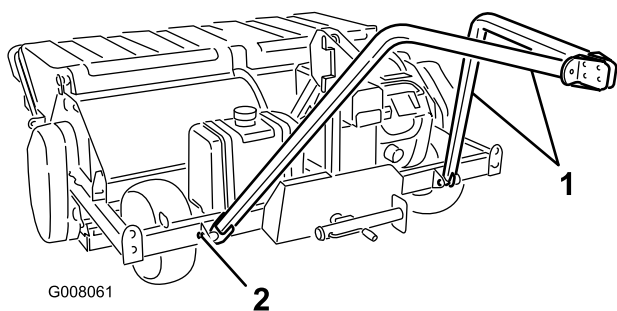

Рисунок 12
- Установите буксировочный рычаг на каждый выступ в передней части установки переработки зерна с помощью флажкового штифта (Рисунок 12). Присоедините флажковые штифты к буксировочным рычагам с помощью винтов на 3/8 x 1-1/4 дюйма и фланцевых гаек. Расположите буксировочные рычаги, как показано на Рисунок 12.